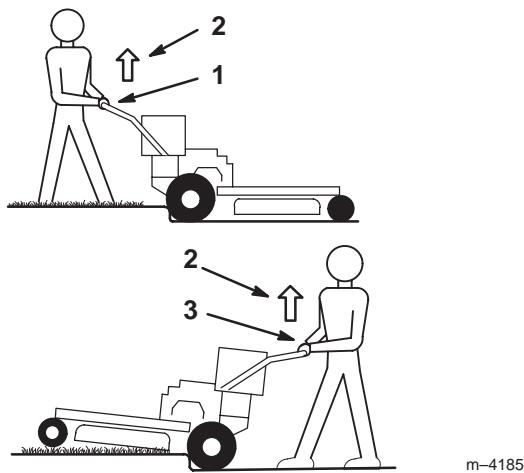

Figure 18
- Conduisez la machine jusqu'à ce que les roues pivotantes touchent la bordure (Fig. 18).
- Soulevez l'avant de la machine en appuyant sur le guidon (Fig. 18).
- Conduisez la machine jusqu'à ce que les roues touchent la bordure (Fig. 18).
- Abaissez l'avant de la machine (Fig. 18).
3. Conduisez la machine jusqu'à ce que les roues touchent la bordure (Fig. 18).